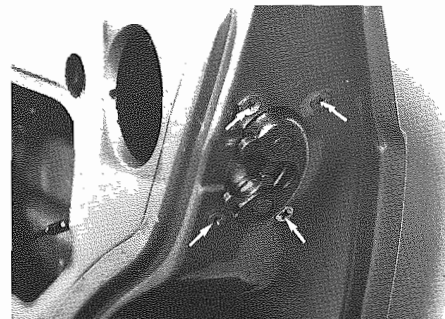

Fig. 19 - Viti fissaggio serratura
- Allentare le viti di fissaggio (**Fig. 19**) e smontare la serratura.
- Loosen fixing screws (**Fig. 19**) and disassemble lock.